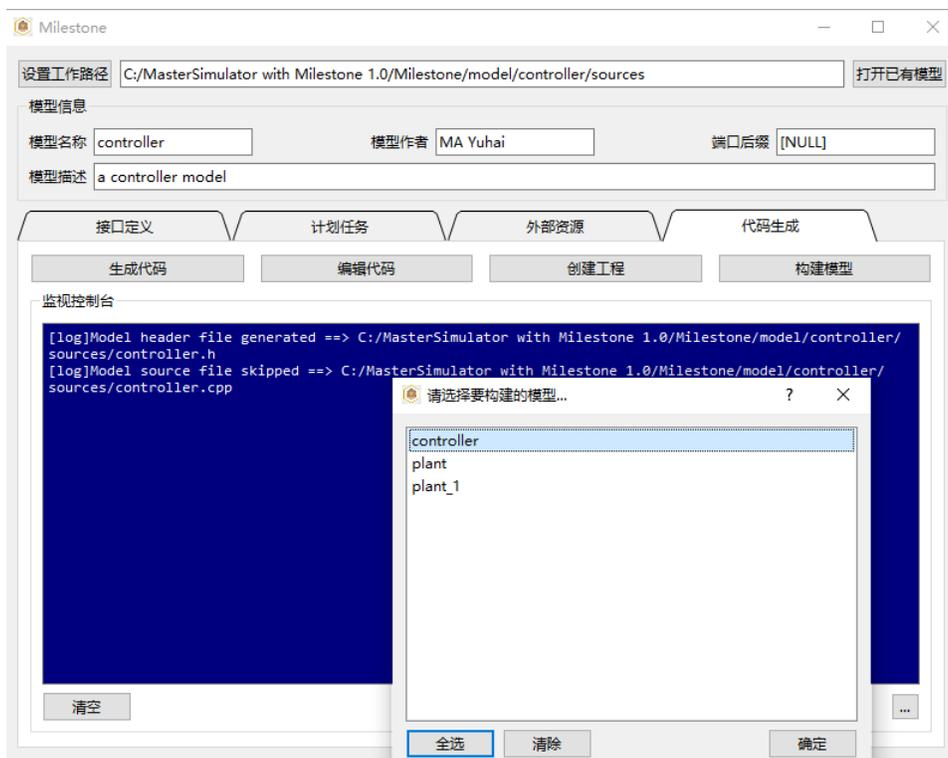

图 4.10: 选择要构建的模型
- 点击“创建工程”，弹出模型选择对话框，在列表中选择需要构建的模型，如图 4.10。确定后开始创建工程。